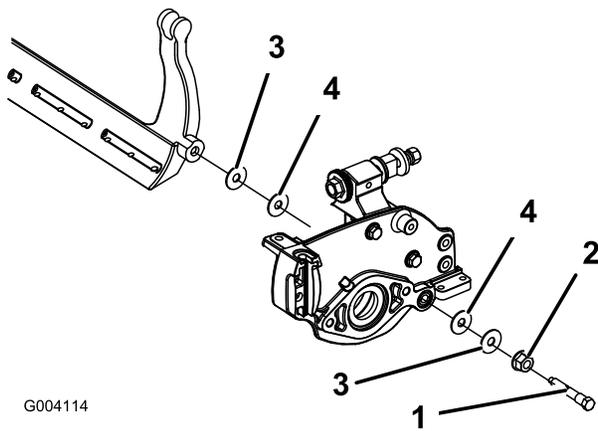

Bild 67
4. Nehmen Sie jede Schraube des Untermesserträgers ab, damit der Untermesserträger nach unten gezogen und von der Maschine entfernt werden kann. Bewahren Sie die beiden Nylon- und die beiden Scheiben aus gestanzten Stahl an jedem Ende des Untermessers auf (Bild 67).